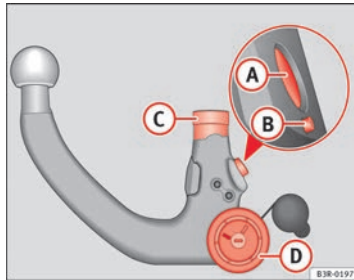

Abb. 167 Abnehmbare Anhängervorrichtung: Kugelstange
- Überprüfen Sie die Kugelstange am Verriegelungsbolzen (A), Auslösebolzen (B), Einsteckschaft (C) und Handrad (D) ⇒ Abb. 167 auf Verschmutzung und Beschädigung.